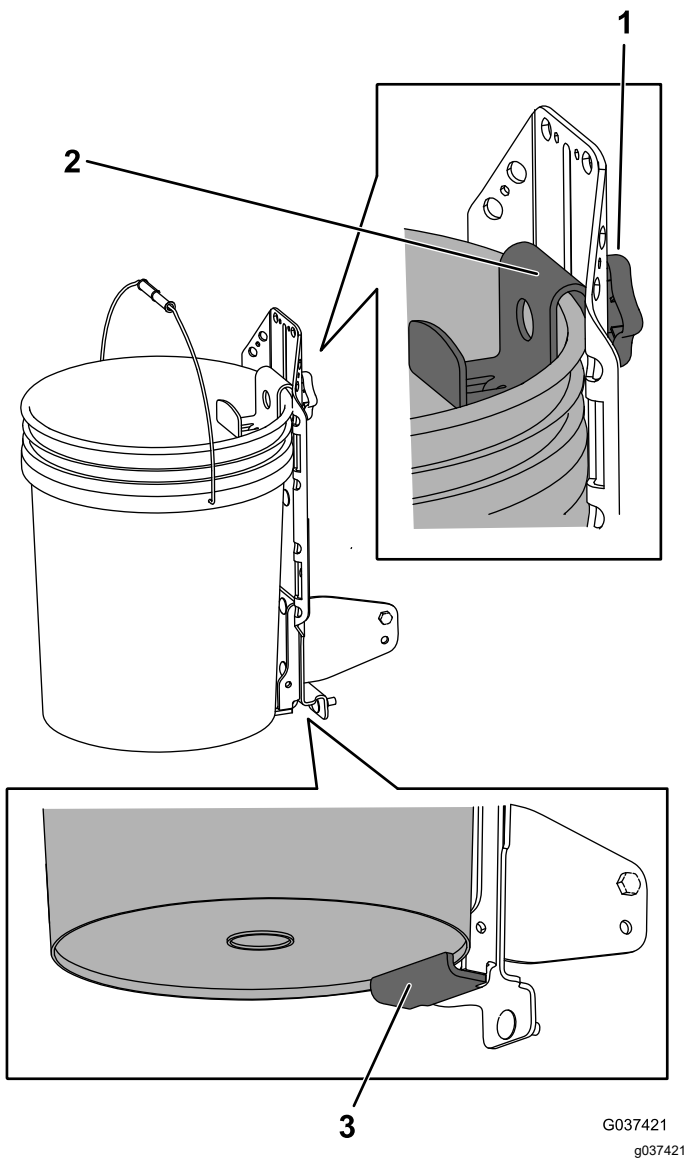

Bild 6
1. Lösen Sie das Handrad und heben Sie die obere Halterung an. Ziehen Sie das Handrad fest, um die Halterung zu arretieren (Bild 6).
2. Wenn Sie die Scharnierhalterung entfernt haben, setzen Sie die untere Lippe der Ladeschaufel über die untere Kante der geschweißten Stützhalterung (Bild 6).
3. Lösen Sie das Handrad und senken die obere Halterung so weit wie möglich über die Kante der Ladeschaufel ab. Ziehen Sie das Handrad fest (Bild 6).